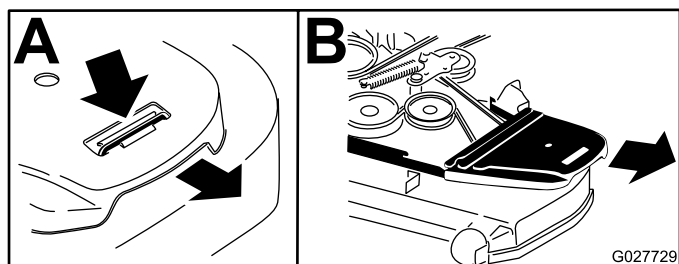

Figure 72
5. Déposez le couvercle de courroie en plastique (Figure 72).
- Déposez les couvercles de courroie (Figure 72).